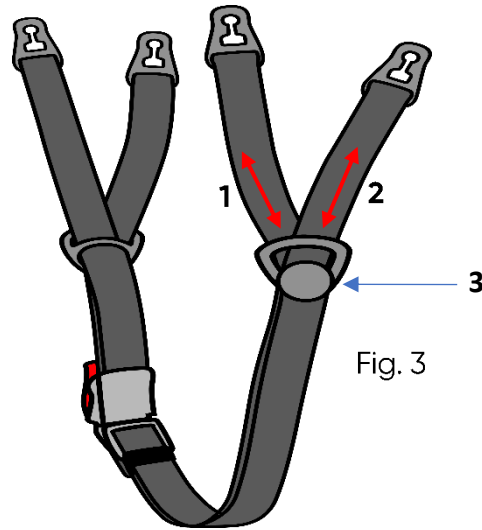

Fig.3
Podbradný pásik (Fig. 3) má nastaviteľnú dĺžku, individuálne na ľavej a na pravej časti pásu. Pre každú časť sa dá zmeniť dĺžka predného (1) a zadného (2) úseku, presunutím pásika cez rozdeľovač (3).